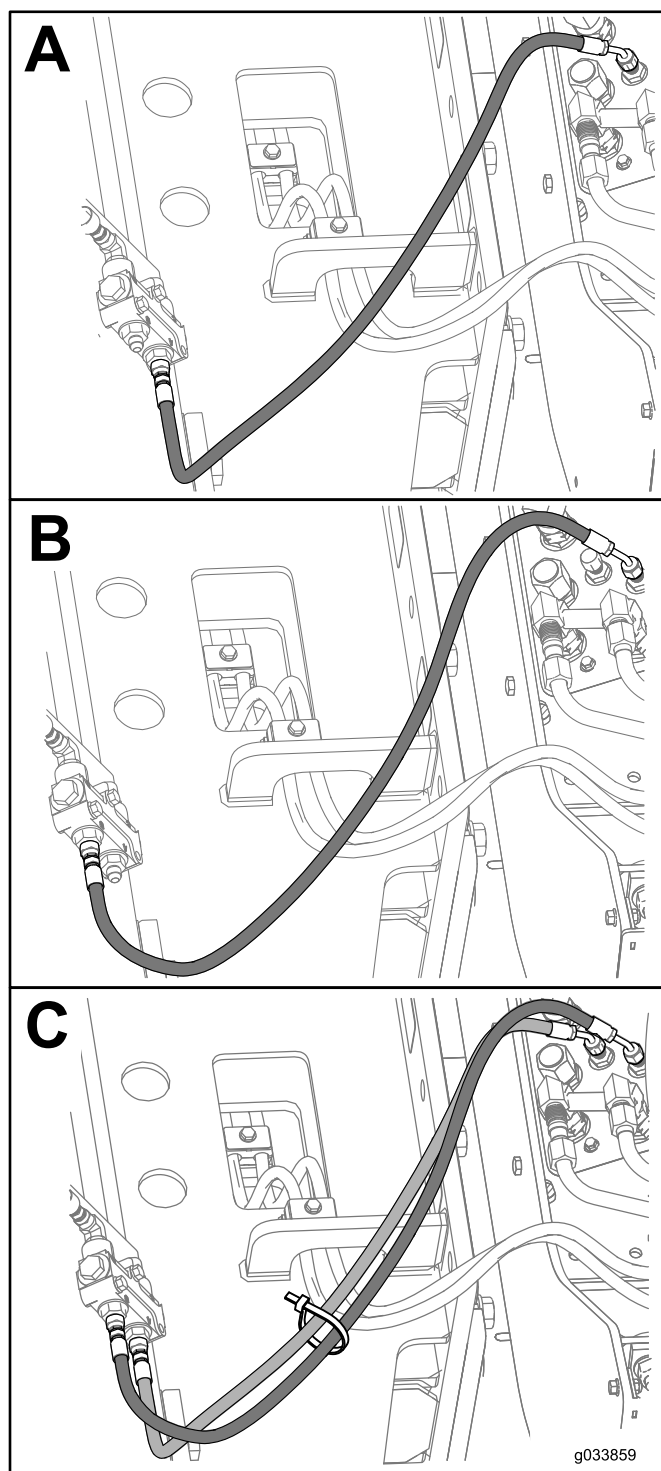

Figure 7
1. Montez les flexibles hydrauliques de la trancheuse comme illustré à la Figure 7.